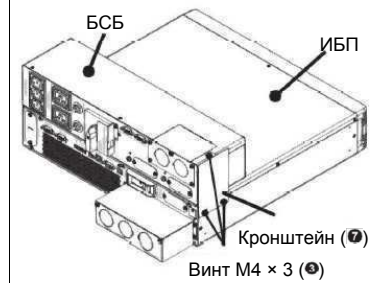

Рисунок 2
- Соедините ИБП и блок сервисного байпаса с правой стороны с помощью кронштейна (7) и двух винтов M4 (3). См. Рисунок 2.